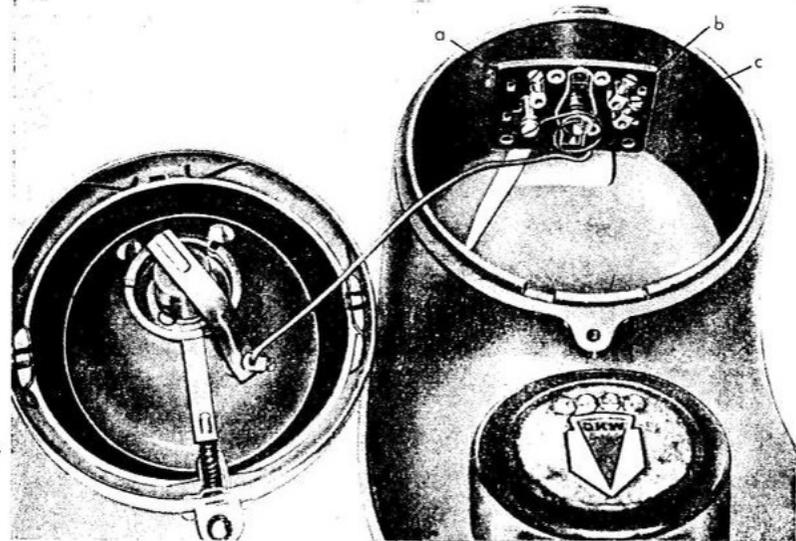

Abb. 98 Scheinwerfer geöffnet
4. Lichtkabel (rot) „a“ (Abb. 98 Seite 94)